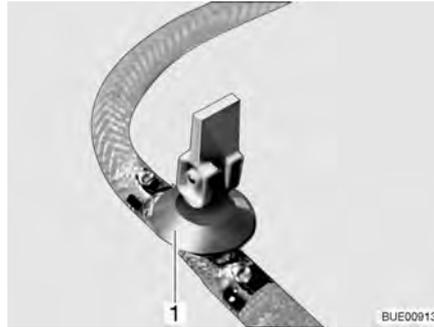
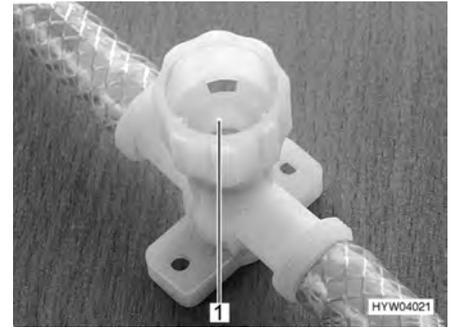

Bild 159 Ablasshahn (mit Kipphebel)
Bild 160 Ablasshahn (mit Drehkappe)
- Alle Ablasshähne schließen. Dazu den Kipphebel des Ablasshahns (Bild 159,1) waagrecht stellen oder die Kappe des Ablasshahns (Bild 160,1) im Uhrzeigersinn zudrehen.